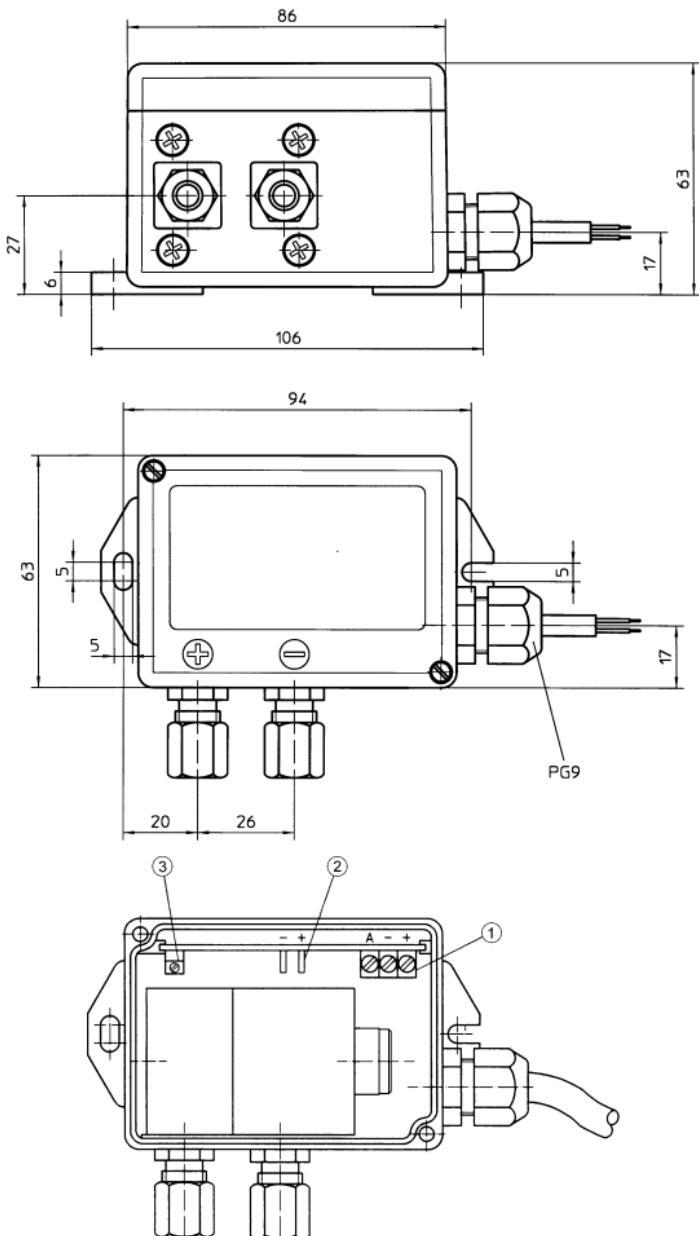

Fig. 4 DDG
(Bild 4/5)
Klemmen im DDG (Bild 4, Pos.1)	Ader-Nr.
- Messung der Spannung an den Stiften (Bild 4, Pos.2),
- Spannung mit Potentiometer (Bild 4, Pos.3) auf 0 V einstellen.